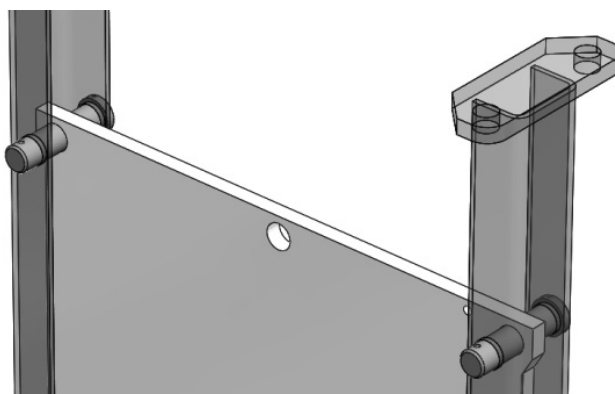

Figura 17. Curso ajustado corretamente.
3. O curso está ajustado corretamente se a guilhotina (2) puder ser travada com os pinos de travamento (13). Caso contrário, continue na próxima etapa para ajustar o curso. Veja a Figura 17.
4. Meça o quanto a guilhotina (2) deve ser ajustada.
6. Remova o anel de retenção (17) do pino de segurança (16) e remova o pino de segurança.
7. Empurre a guilhotina (2) para baixo para criar espaço para a manilha (14) girar.
8. Afrouxe o parafuso de travamento da manilha (15)
9. Gire a manilha (14) na haste para ajustá-la para cima ou para baixo de acordo com a dimensão medida acima.
10. Reinstale a manilha e teste se os pinos de travamento (13) se encaixam agora. Repita o ajuste se o pino não se encaixar no lugar. Continue para o próximo capítulo se a válvula estiver ajustada corretamente.